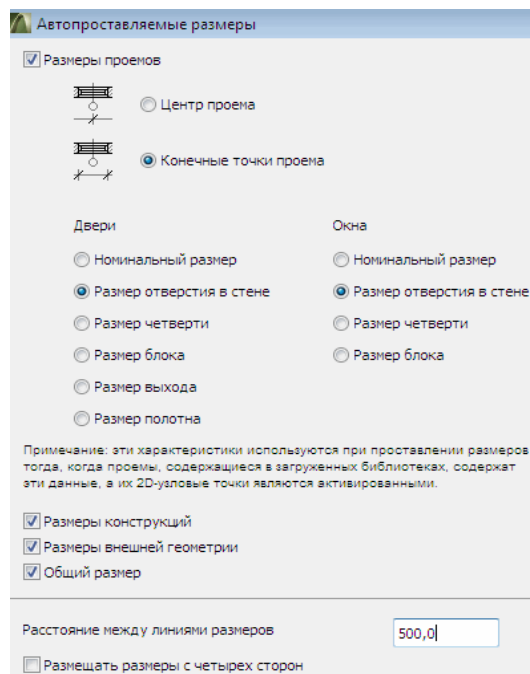

Рис. 139
4. Выберите альтернативную кнопку **Центр объекта** (рис. 139). Отметьте все маркеры этого диалога. В поле **Расстояние между линиями размеров** укажите **500**. Выбор этих параметров означает следующее: размеры будут